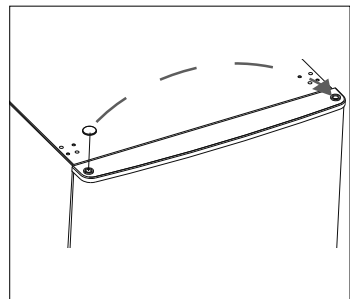

Abb. 6
- ▶ Entfernen Sie den Blindstopfen für den Scharnierzapfen von der linken Gefrierraumtürseite und setzen Sie ihn in das Loch auf der rechten Seite ein (siehe **Abb. 6**).
- ▶ Heben Sie anschließend die Gefrierraumtür (2) an, um sie zu abzunehmen und legen sie die Gefrierraumtür (2) auf eine weiche Unterlage, um sie vor Kratzern zu schützen.